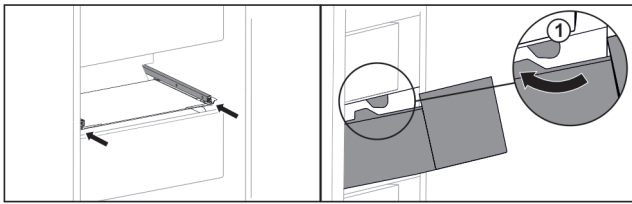

Fig. 127
- ▶ Introduzca el cajón rodeando los topes Fig. 127 (1).